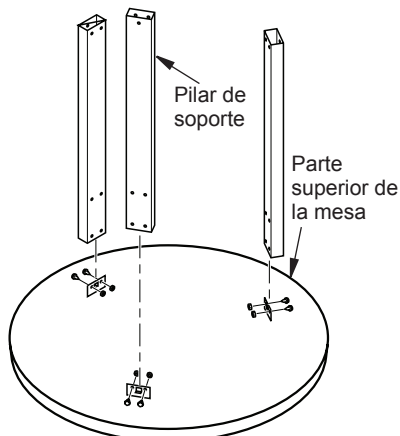

Figura 9 - Conjunto de la parte superior de la mesa
- Coloque la parte superior de la mesa boca abajo sobre una manta o una pieza de cartón para evitar que se raye. Asegurándose de que los orificios en los pilares estén orientados como se muestra en la figura 9, instale los 3 pilares de soporte restantes de la mesa como se muestra. Fije los pilares a la parte superior de la mesa con 2 tornillos (D) y 2 tuercas (E) cada uno.